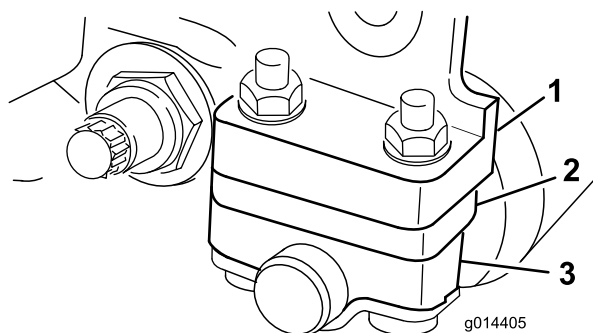

図 7
1. 刈り高さと下刃の選択表 \(ページ 11\) に従って、サイドプレート取り付けフランジ (図 7) の下に必要な枚数のスペーサーを入れて、後部ローラーブラケットを希望の刈高範囲に調整する。